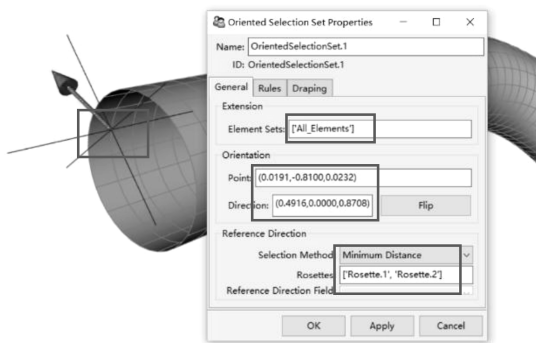

图 7-32 创建方向选择集对话框
(1) 右键单击【Oriented Selection Sets】, 从弹出的快捷菜单中选择【Create Oriented Selection Sets...】, 弹出方向选择属性对话框, 如图 7-32 所示, 【Element Sets】= All_Elements, 【Origin】= (0.0191, -0.8100, 0.0232), 【Orientations Direction】= (0.4916, 0.0000, 0.8708), 【Rosettes】= 3Rosette. 1, Rosette. 2, 其他默认, 单击【OK】关闭对话框。
(2) 在工具栏中单击 数据更新。